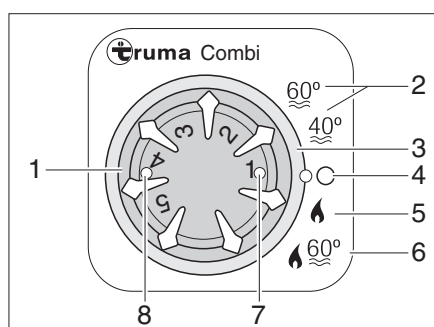

Bild 81 Bedieneinheit für Heizung/Boiler
*Betriebsart wählen:* ■ Betriebsart mit dem Drehschalter (Bild 81,3) einstellen.
**Winterbetrieb** Die Heizung wählt nach eingestellter Heizstufe selbstständig die benötigte Brennerstufe. Bei Betriebsart "Heizung und Boiler" (Bild 81,6) wird auch das Wasser im Boiler erhitzt. Die Heizung kann in der Betriebsart "Heizung ohne Boiler" (Bild 81,5) mit leerem Boiler betrieben werden.
- Temperatordrehknopf (Bild 81,1) an der Bedieneinheit auf gewünschte Heizstufe stellen.
- Drehschalter (Bild 81,3) auf Winterbetrieb "Heizung ohne Boiler" (Bild 81,5) oder auf Winterbetrieb "Heizung und Boiler" (Bild 81,6) stellen.
Grüne Kontroll-Leuchte (Bild 81,7) leuchtet.
- Drehschalter (Bild 81,3) auf "O" (Bild 81,4) stellen.
Die Kombination Gasbetrieb und 230-V-Elektrobetrieb verkürzt die Aufheizzeit (nur möglich, wenn die Heizung an der Bedieneinheit (Bild 81) auf Winterbetrieb gestellt ist).